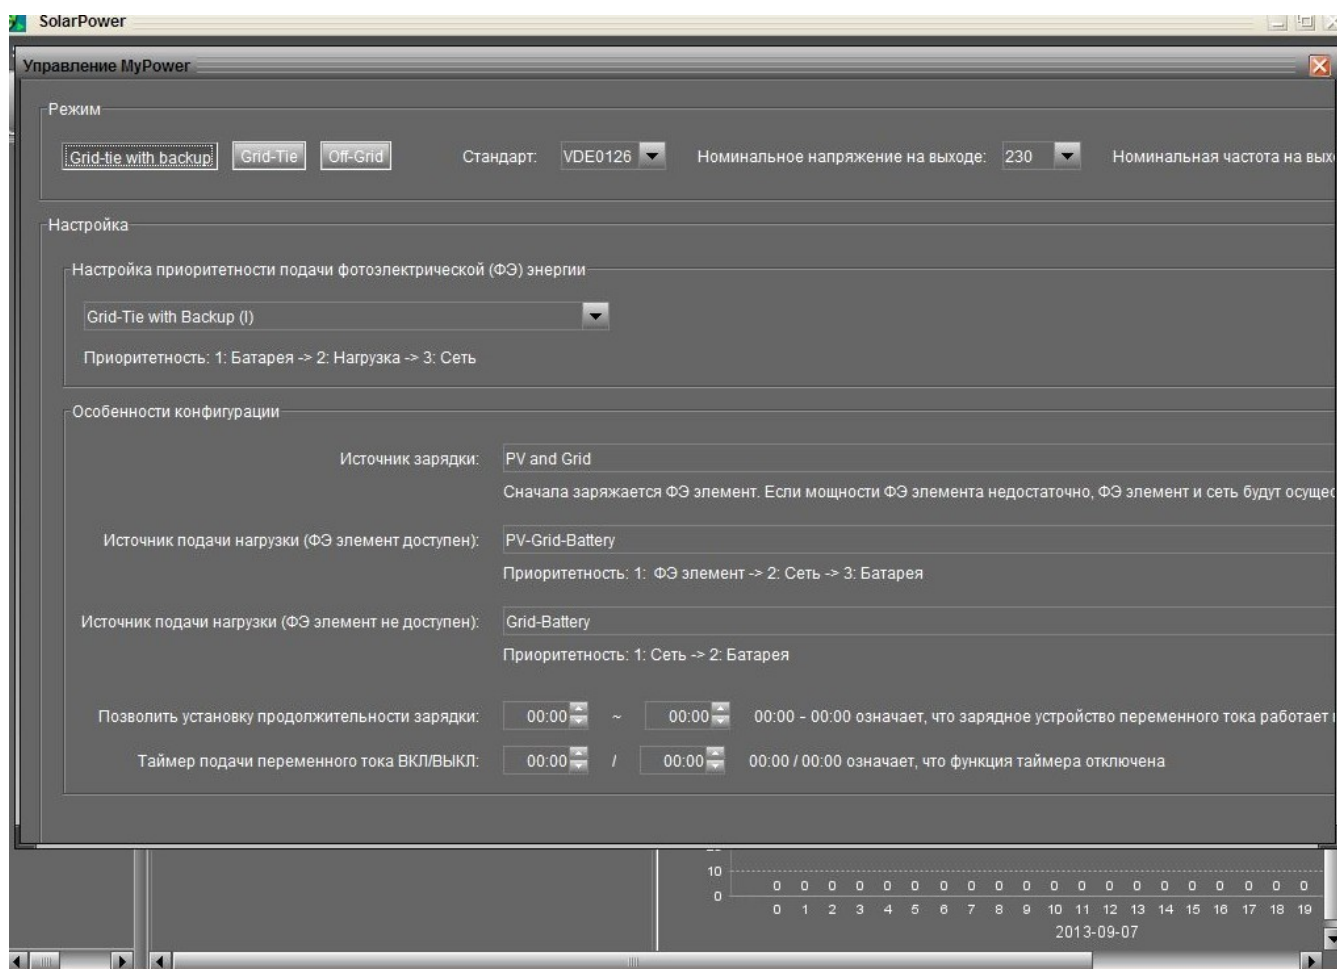

Рис. 11-1. Выбор режимов работы инвертора
Шаг 3. Выберите язык программы. Все дальнейшие инструкции даны для русского языка¹. Выберите пункт меню «Управление устройством — Управление MyPower». В этом разделе можно выбирать режимы работы инвертора (рис.11-1).
- **Grid-tie with backup (I)** (см. рис. 11-1):